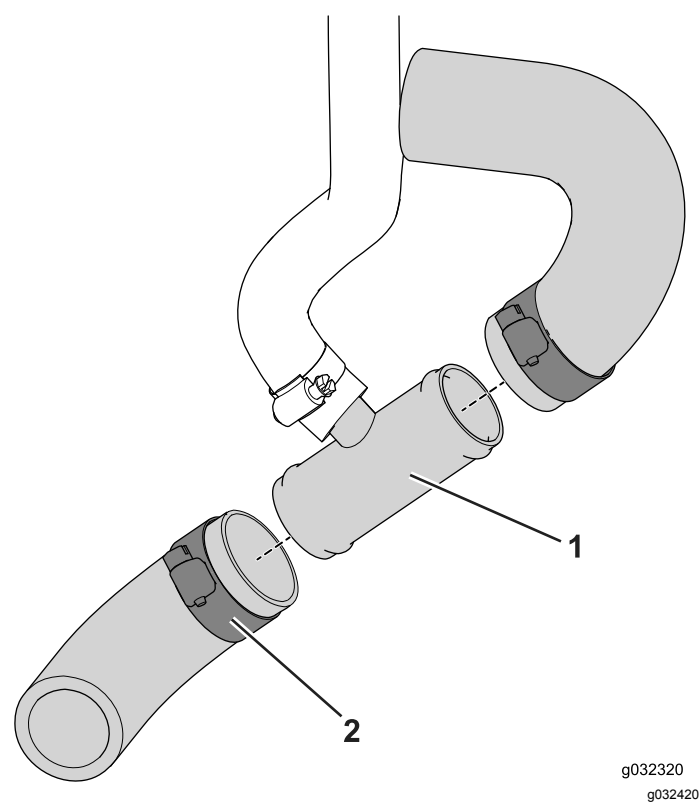

Figura 13
3. Coloque los extremos cortados en el acoplamiento en T y sujételos con abrazaderas ($\frac{3}{4}$ " a $1\frac{1}{2}$ "), según se muestra en Figura 13.